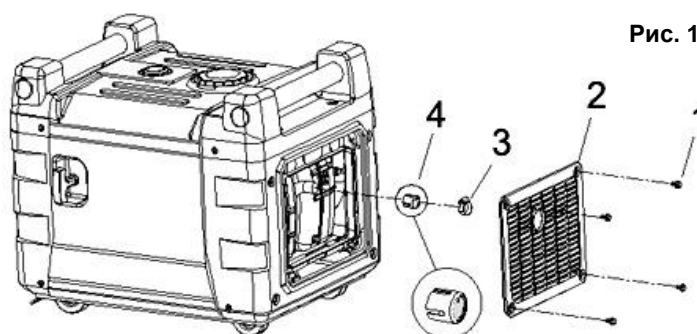

Рис. 15
- Выкрутите винты крепления (1) защитной решетки глушителя (2) и винты крепления (3) искрогасителя (4)(См. Рис.15).
- Снимите искрогаситель (4)(См. Рис. 15).